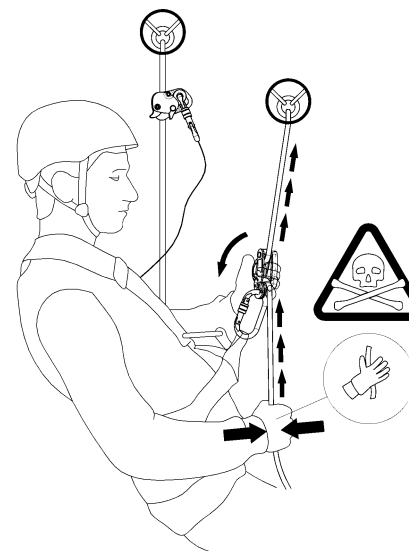
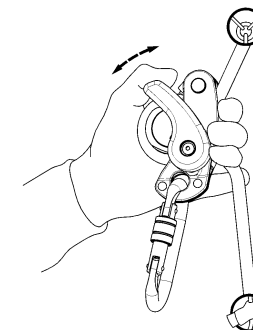

Рис. 6
Рис. 7
**Спуск.** Удерживая свободный конец веревки, плавно поверните ручку управления (рис. 7). Регулируя положение ручки и силу сдерживания свободного конца веревки, обеспечьте плавный спуск (рис. 6). Рекомендуемая скорость спуска до 1 м/с. При продолжительных спусках и работе с большими нагрузками рекомендуется использование перчаток.